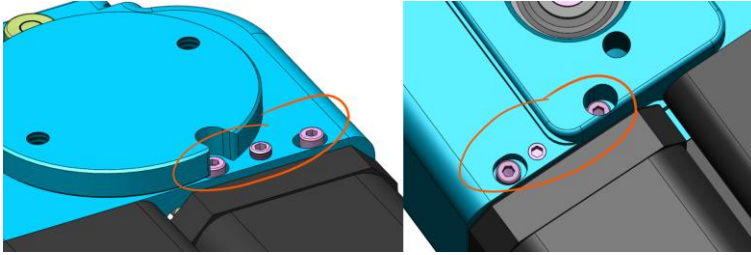

Bild 3
- Vier Zylinderschrauben DIN 912 - M2,5x6 (Bild 3)
- zwei Madenschrauben DIN 916 - M4x4 (Bild 3)